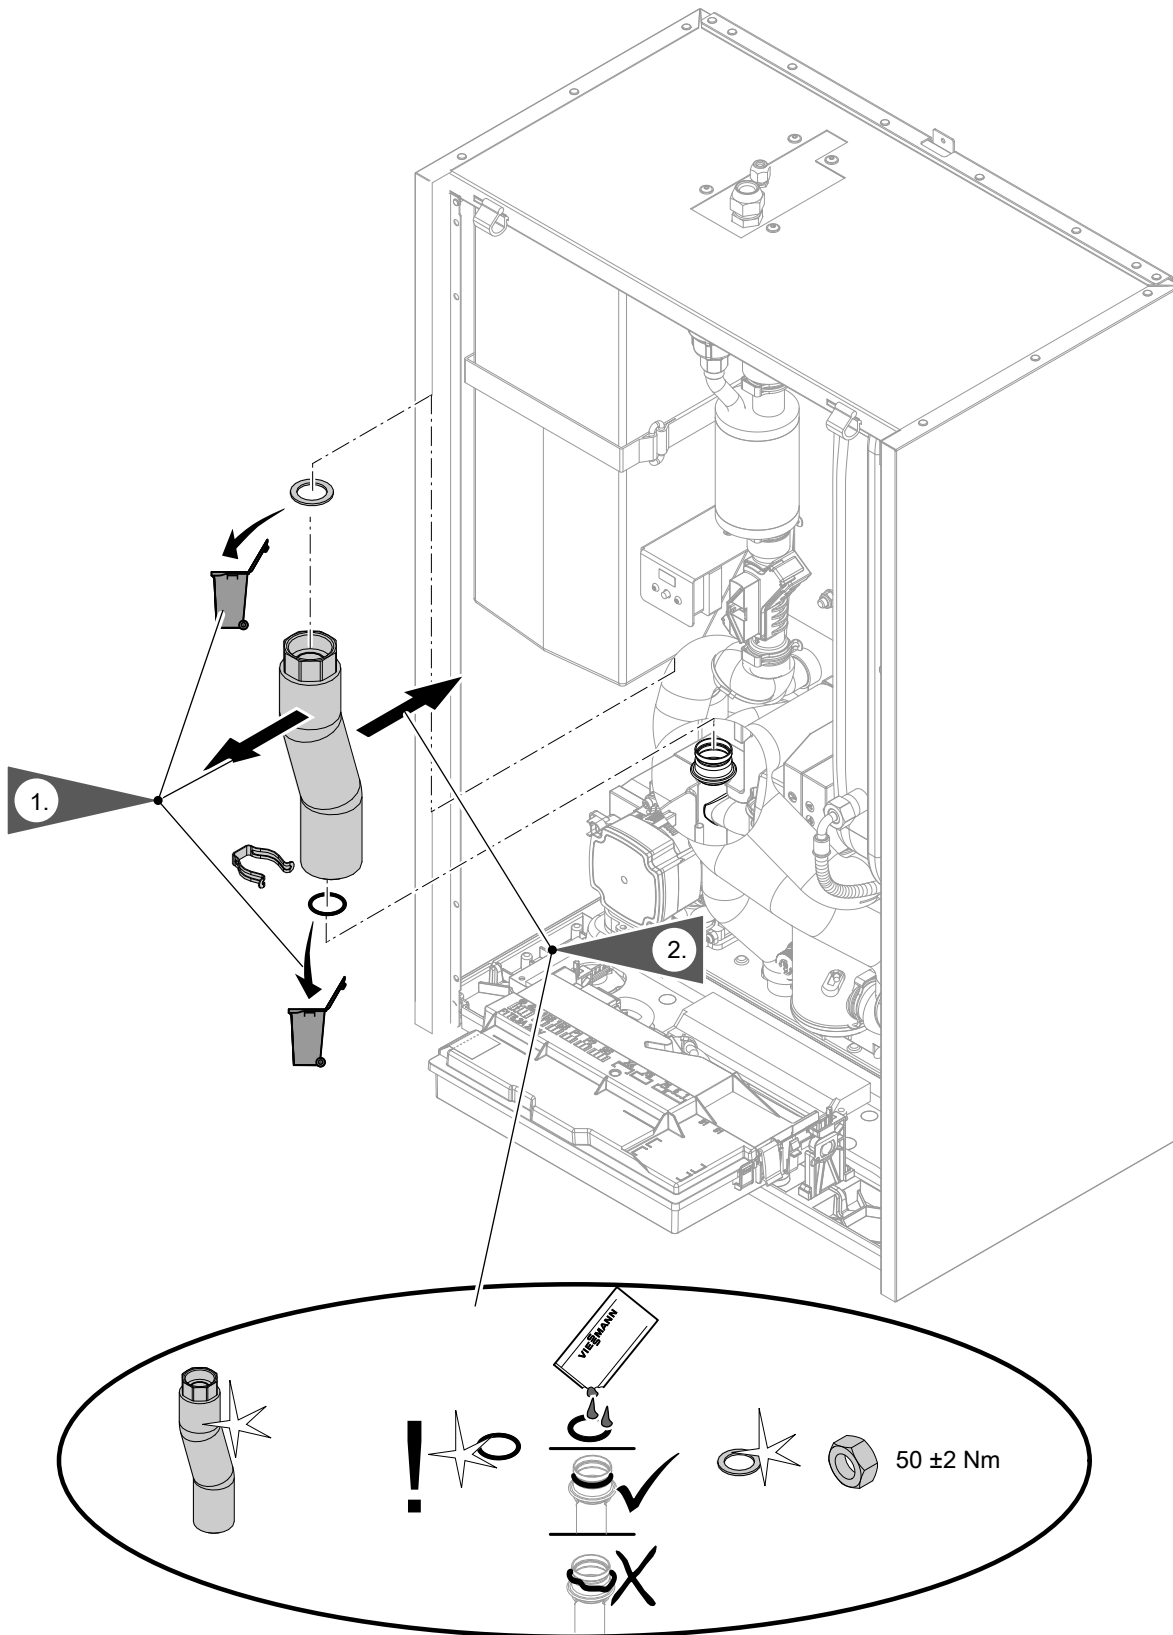

Abb. 77
- Hydraulische Leitungen: Siehe Abb. 76 bis Abb. 77.